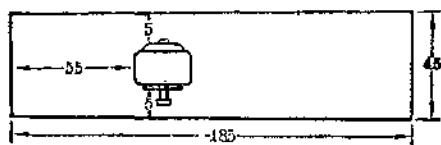
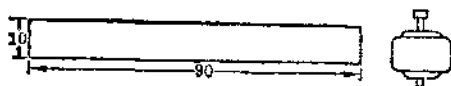

图 2
图 5
3. 电动机: 按电动机外壳的宽度剪一条约 90×10 [毫米]² 铁皮, 把电动机外壳如图 5 所示包住, 然后把电动机用小元钉固定在底板上, 位置距削成 70° 斜角一端的 55 毫米左右(即留出两节五号电池位置), 再把准备好的小轮装在电动机的轴上。在电动机的两旁都要留出一定位置, 以便在底板上安装扬谷机的外壳板(图 2)。